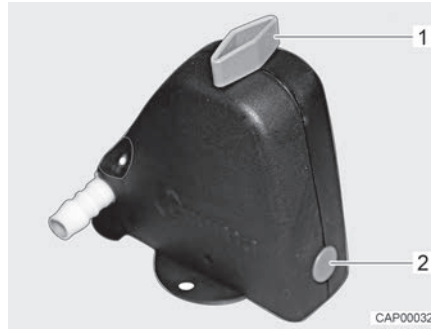
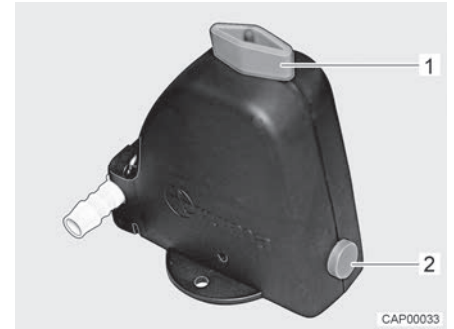

Fig. 194 Valve de sécurité et de vidange fermée
Fig. 195 Valve de sécurité et de vidange ouverte
- Ouvrir la valve de sécurité et de vidange (Fig. 194). Tourner le bouton rotatif (Fig. 194,1) dans le sens longitudinal par rapport à la valve de sécurité et de vidange. Le bouton-poussoir (Fig. 194,2) ressort. La valve de sécurité et de vidange ouverte est représentée à la Fig. 195.